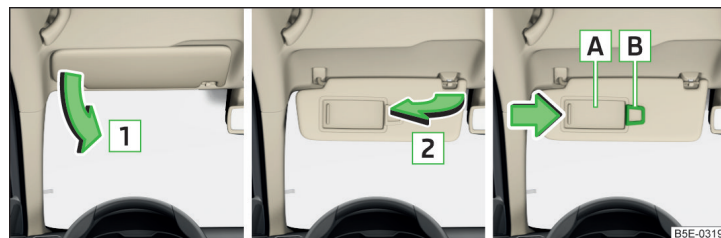

Fig. 66 Rabattre le pare-soleil / remonter le pare-soleil / miroir de courtoisie et porte-ticket de stationnement
**Utilisation et description du pare-soleil » fig. 66**